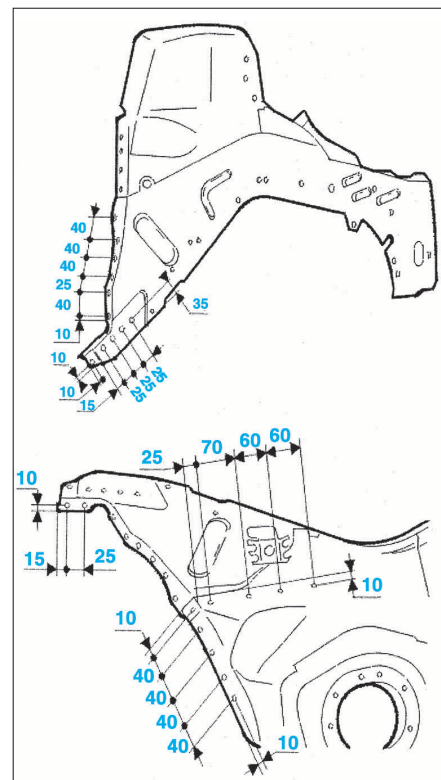

FIG. 25
- Tracer et puis percer à 6,5 mm le passage de roue pour le soudage par bouchonnage (Fig.25).